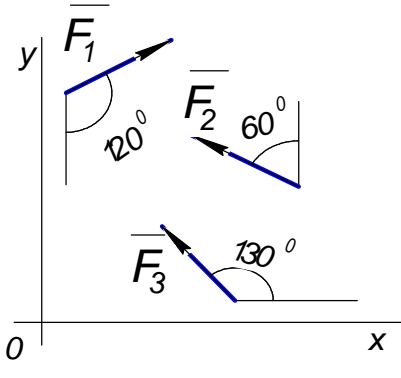
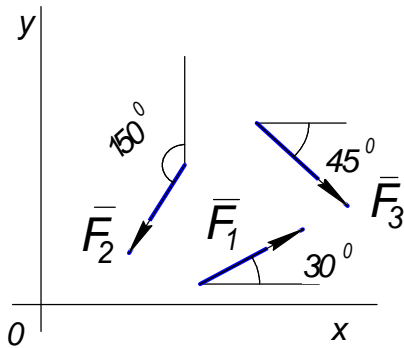

Рис.1.4.
Рис.1.5.
- 1.9. Чему равны проекции сил на ось OY (рис.1.4, рис. 1.5.)?